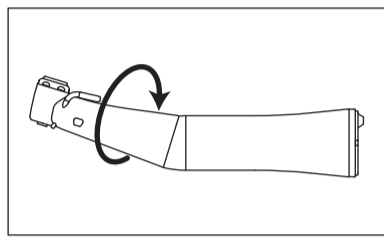

図7
- 3) シャフトを押さえながらヘッドを矢印方向に回します。(図7)